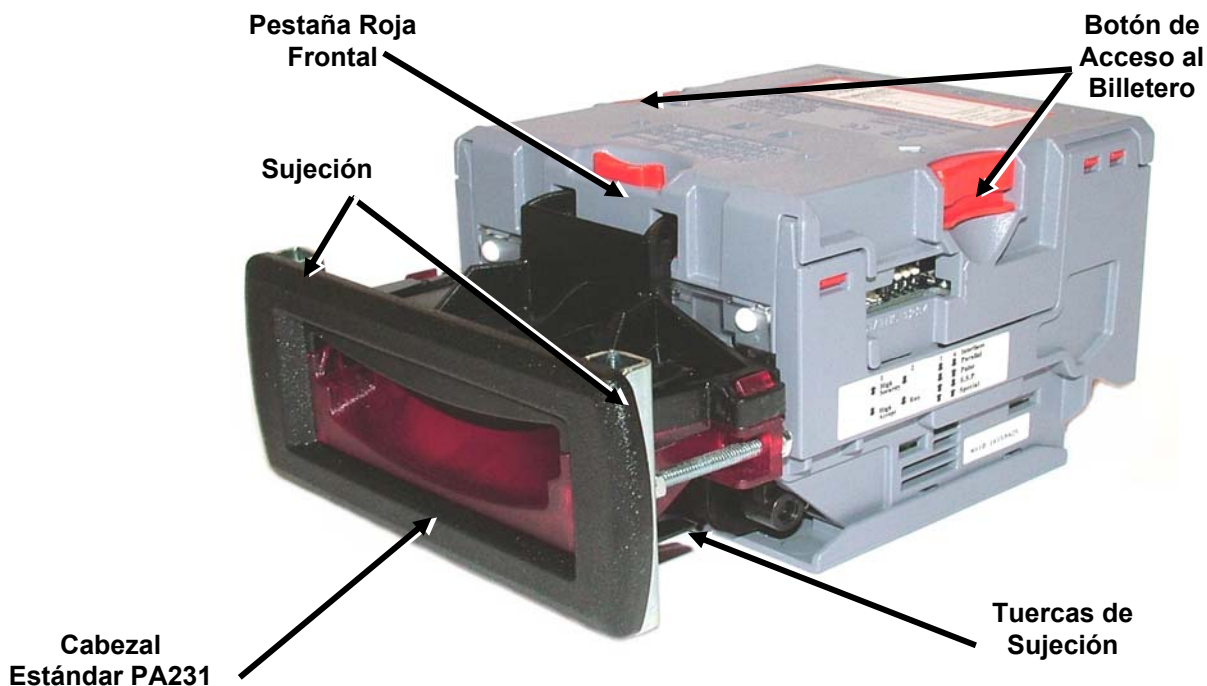
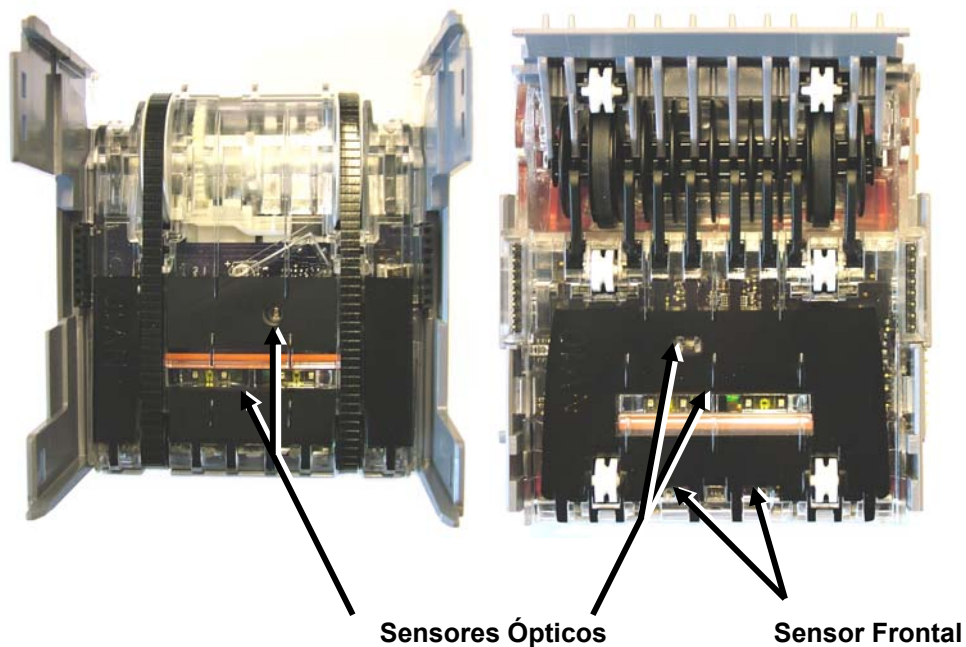

Figura 9 – Lector NV10 Con Boca PA231.
Figura 10 – Sensores NV10.
Los Lectores de Billetes NV10 se suministran con el cabezal Universal PA231 (ver figura 9).
- Quitar las 4 tuercas, 1 sujeción metálica, las 2 arandelas de cada lado del cabezal (ver figura 9).
Separe el lector NV10 del cabezal. Pulse las dos partes rojas (ver figura 9) de los laterales del lector y separe la carcasa superior de la inferior. Deposite las dos partes en una superficie plana y limpia. La parte de los sensores quedará visible para su limpieza, (ver figura 10)..
Limpie cuidadosamente la superficie transparente de las dos carcasas con un paño húmedo y con detergente (p. ejemplo liquido de limpiar la casa). Tenga sumo cuidado en la zona donde están las lentes (ver figura 10), asegurándose que están limpias y secas.
- Con las carcasas del lector NV10 separadas (ver figura 10) colóquelas en una superficie plana y limpia.